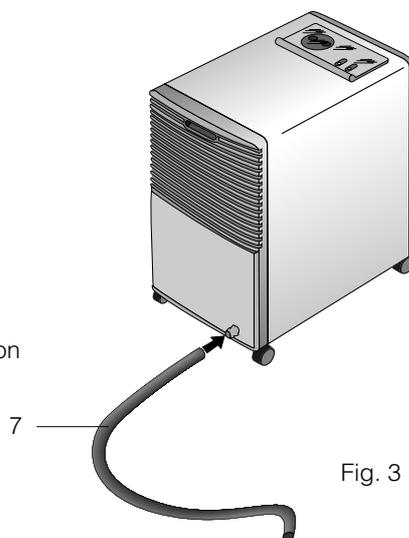

Fig. 3
- 4) Un orifice pour le passage du tuyau d'évacuation de l'eau de condensation (fig. 3) est prévu sur la porte de l'appareil. Avant de faire passer le tuyau à travers cet orifice, il est nécessaire d'enlever la partie centrale.